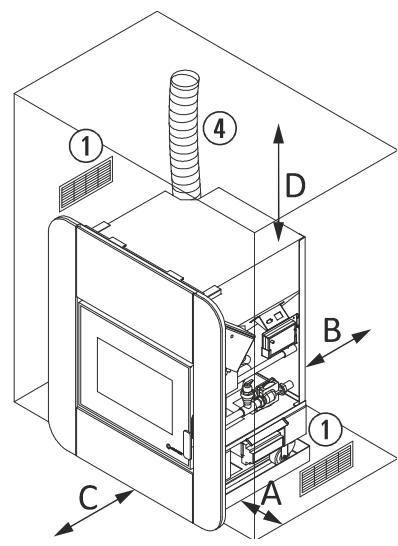

Figura 3
- 4.19.** Verifichi gli spazi tra la caldaia, il combustibile e qualunque tipo di materiale infiammabile, controlli nella *figura 3*.